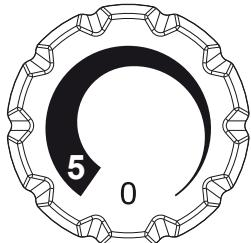

Afb. 8
- Houd de afvoerbuis (Afb. 8) proper in het koelgedeelte om het vrij van water te houden.
Het typeplaatje vermeldt de maximum hoeveelheid voedsel die kan ingevroren worden (zie Afb. 8).